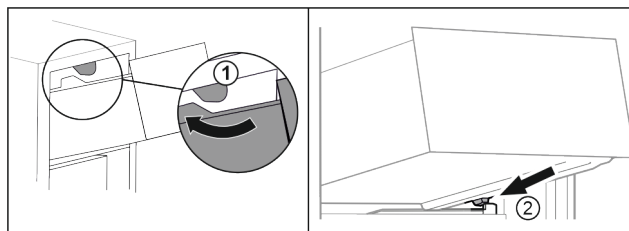

Fig. 61
- Guider le tiroir en contournant les butées supérieures. Fig. 61 (1)
- Placer le tiroir, en l'inclinant, derrière les butées inférieures sur la nervure de récipient. Fig. 61 (2)